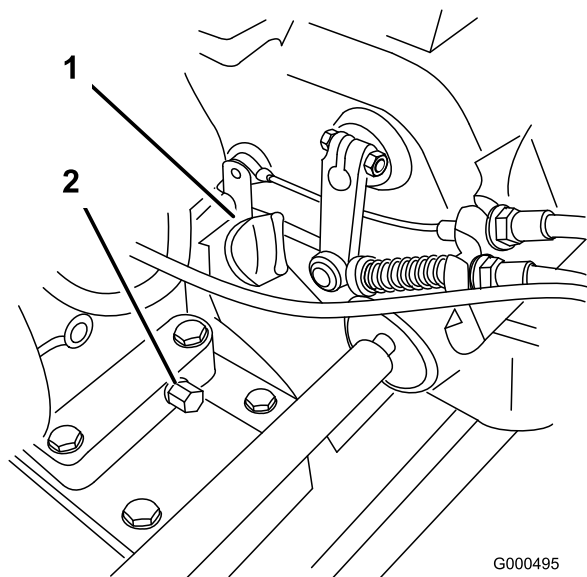

図 20
1. エンジンが水平になるように駐車し、オイル・ゲージの周囲をきれいに拭く（図 20）。
2. 機体下にあるドレン・プラグ（図 20）の下に廃油受けを置く。ドレン・プラグを抜く。